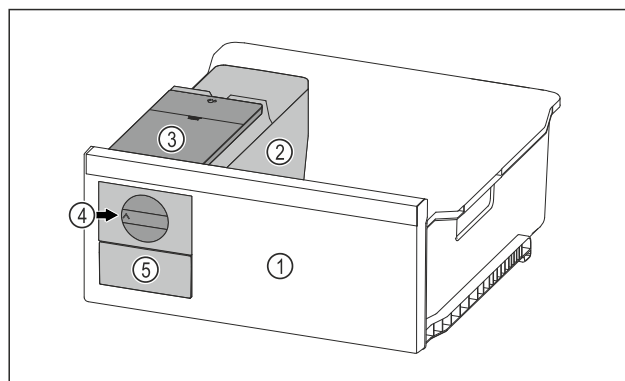

Fig. 148 Beispielhafte Darstellung
- ▶ Drehknopf Fig. 148 (4) im Uhrzeigersinn bis zum Anschlag drehen.
- ▶ Eiswürfel fallen aus der Eiswürfelschale in das Eiswürfelschubfach Fig. 148 (5).